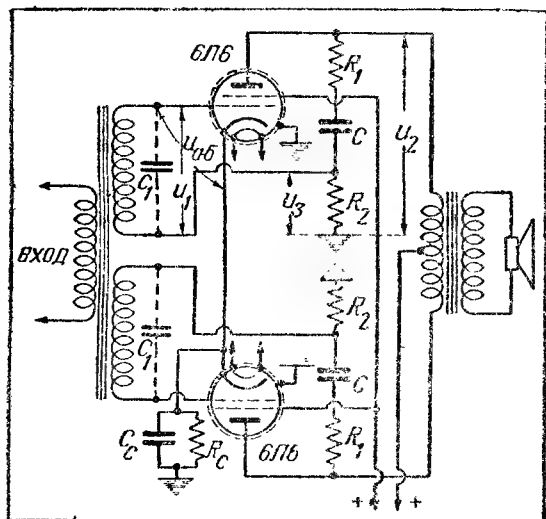

Рис. 1
Переменный тонконтроль в описываемом приемнике отсутствует. Радиолюбители могут найти желаемый для них тембр опытным путем, подключая в цепь анода лампы 6Ф6 конденсаторы различных величин, начиная от 1000 до 10000 μF . Цепь такого постоянного тонконтроля указана в схеме рис. 1 пунктиром.
В прошлом году в „РФ“ нами были описаны наиболее распространенные схемы негативной обратной связи, применяемые в усилителях низкой частоты. Описанные схемы с реостатно-емкостным делителем относятся к типу так называемых шунтовых (рис. 1). В них обратная подача осуществляется по напряжению, т. е. наиболее ценным с точки зрения практики методом. Описанная ранее схема с реостатно-емкостным делителем обратной подачи (рис. 1) будет нами разобрана несколько подробнее. Эта схема наиболее рекомендуется радиолюбителям. Она достаточно проста в практическом осуществлении и дает
всегда меньше на самых низких и на самых высоких частотах диапазона, то исправление частотной характеристики получается за счет снижения выходного уровня на средних частотах. Положим, что предварительный усилитель, подающий напряжение возбуждения на вход оконечного каскада, изображенного на схеме (рис. 1, совершенно не вносит частотных искажений. Оконечный же каскад „заваливает“ низкие и высокие частоты. Вследствие этого выходное напряжение каскада U_2 будет на низких и на высоких частотах меньше, чем на средних²⁾. Поскольку напряжение обратной
В наших рассуждениях предполагалось, что величина отрицательной обратной связи, характеризующая коэффициентом β , не меняется с частотой. На самом деле, конечно, это не так. Поскольку цепь обратной подачи содержит в себе реактивные элементы (самоиндукция, емкость), то величина β зависит от частоты. Например, в схеме рис. 1 реактивным элементом в цепи обратной подачи каждого плеча каскада является разделительный конденсатор C . Если емкость этого конденсатора уменьшить, то обратная связь при низких частотах уменьшится, и следовательно, возрастает коэффициент усиления каскада на этих частотах. Подчеркивания высоких частот можно достигнуть, шунтируя емкостью сопротивление обратной связи R_2 (см. схему рис. 1). В этом случае обратная связь будет ослаблена на высоких частотах и частотная характеристика на этих частотах будет поднята. Если мы будем шунтировать емкостью сопротивление R_1 (2), то обратная связь возрастет на высоких частотах, что вызовет снижение коэффициента усиления в области этих частот. Таким образом, может быть осуществлена частотная коррекция в каскаде с негативной обратной связью. Элементы частотной коррекции можно сделать переменными и пользоваться ими как тонконтролем.